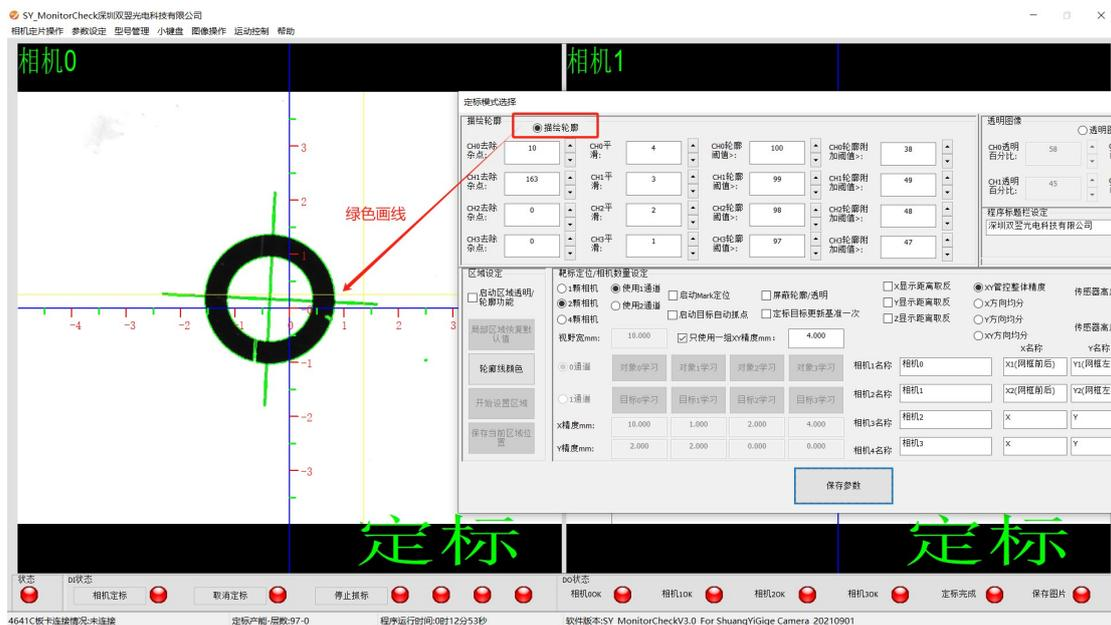
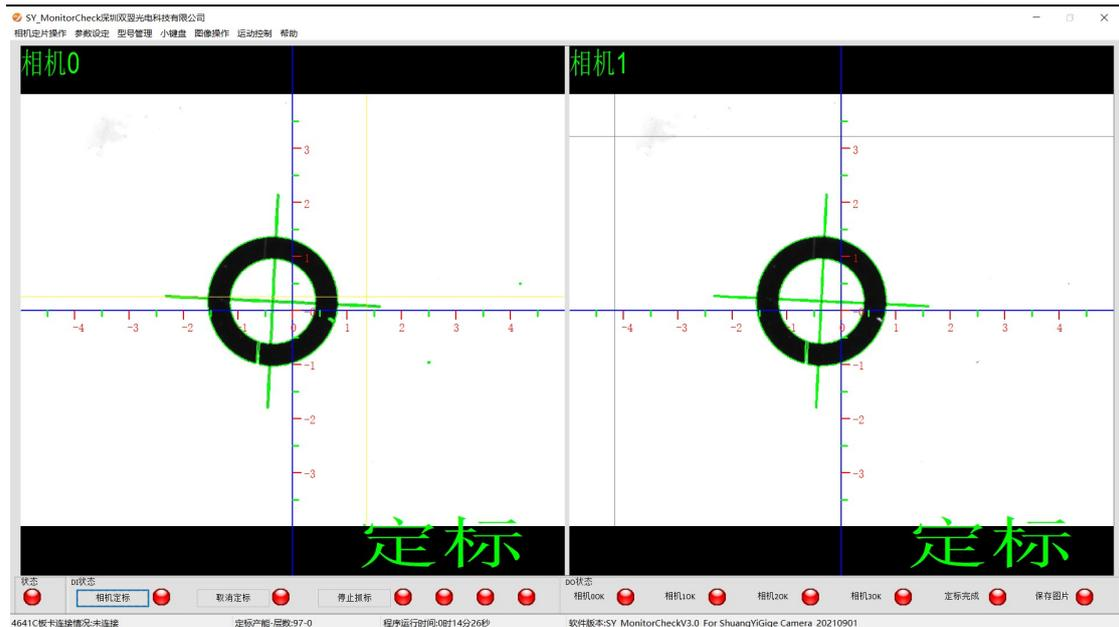

图 7
图 8
①描述轮廓，软件根据灰阶自动描绘出图形中有灰阶跳变的像素点。这个功能对应有两个参数分别是“轮廓系数”，轮廓系数相当于图像二值化处理后描绘轮廓，根据图像整体灰阶合理设置系数的门限值；“轮廓滤波”轮廓滤波系数越大描绘的曲线越少，反之越多。如图 7，图 8 所示